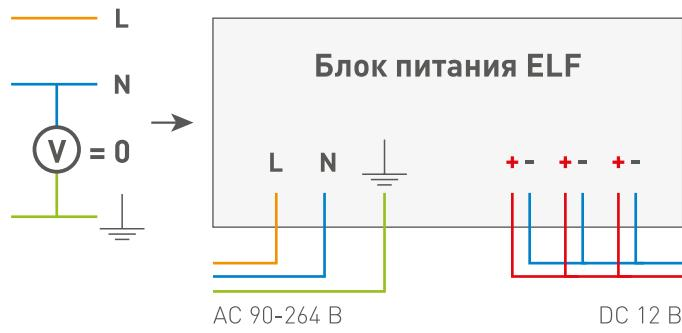

Рис. 4
- Для объектов [электроустановок], в которых применён принцип изолированной нейтрали [Рис. 4].
▲ ВАЖНО: При данном способе подключения к входному терминалу изделия подключаются все провода линии связи (фаза, ноль, заземление), предназначеннной для подачи напряжения питания на изделие [Рис. 4]. Подключение заземляющего провода является обязательным!